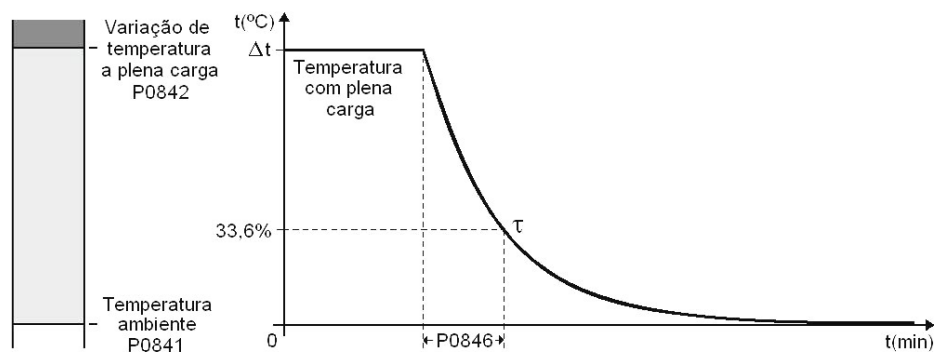

Figura 15.10: Constante de resfriamento do motor desenergizado
- P0846 ajusta a constante térmica de resfriamento do motor, conforme mostrado na Figura 15.10.